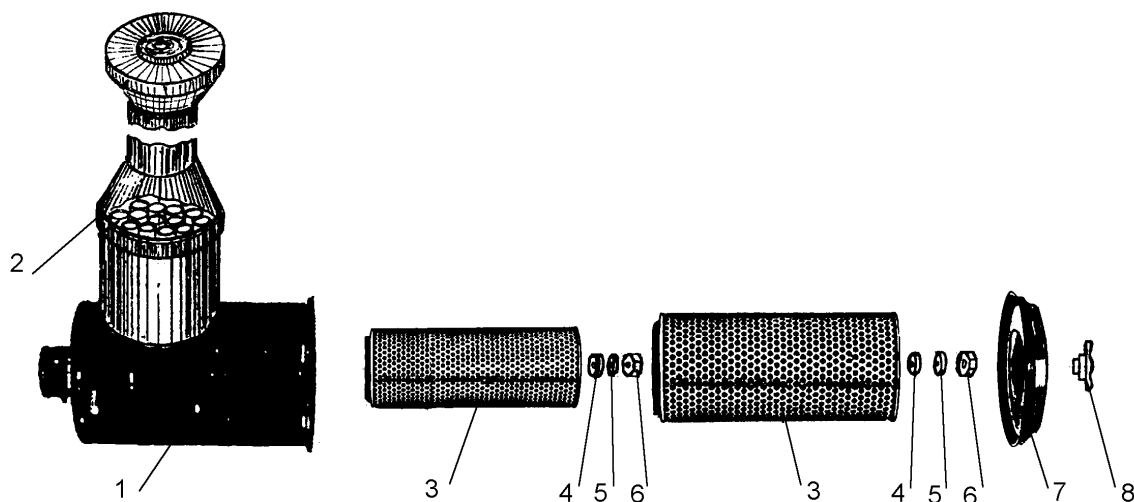

Рис. 65 Воздухоочиститель
Обслуживание фильтроэлементов (кассет) воздухоочистителя производите при срабатывании сигнализатора засорённости. Для демонтажа фильтров 3 (рис. 65) необходимо отвернуть гайку - барашек 8, снять крышку 7 и последовательно отвернув гайки 6 вынуть их из корпуса воздухоочистителя.
- каждую кассету 3 (рис. 65) установить в корпус воздухоочистителя до упора;
**КАТЕГОРИЧЕСКИ ЗАПРЕЩАЕТСЯ** работать с засорённой или обледенелой сеткой крышки воздухозаборной трубы (рис. 65) и без свободного выхода газов из выхлопной трубы, так как это приводит к попаданию выхлопных газов через трубу отсоса пыли к кассетам воздухоочистителя.